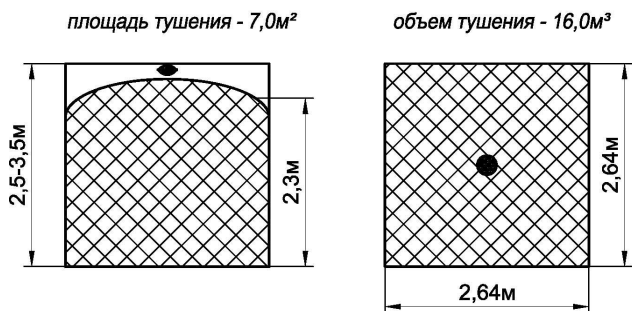

Рисунок 3. Масштабное изображение конфигурации распыла огнетушащего порошка.
- При необходимости установки 2-х и более модулей они размещаются равномерно по площади потолка или верхней части защищаемого объекта. Масштабное изображение конфигурации зоны распыла порошка, в которой достигается тушение, приведено на рис. 3.